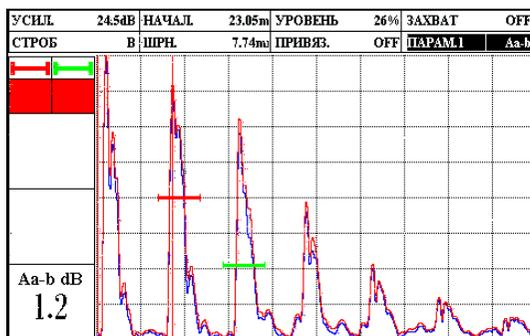

Рисунок 2.37 – Наведение строба В на второй отраженный сигнал
9. Навести строб В на второй отраженный сигнал (рис. 2.37), а также в группе настроек «ЗОНЫ» - «ПАРАМ. 1» включить отображение значения разницы амплитуд сигналов в зоне А и В – Аa-b.